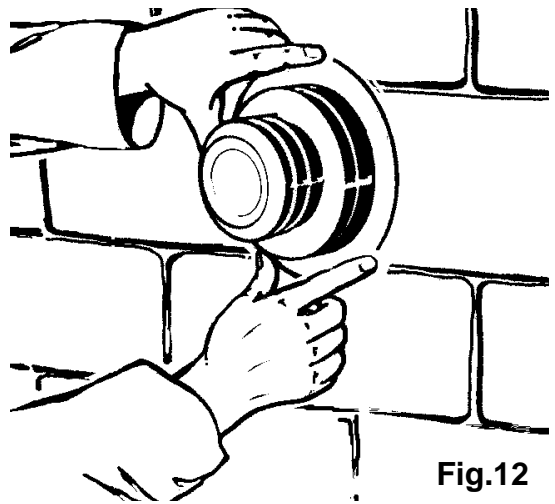

Fig.12
4.8 Se il terminale esterno è agevolmente raggiungibile, si consiglia il fissaggio del rosone in plastica. Questo per coprire le imperfezioni di foratura sulla parete esterna. Il rosone può essere fissato utilizzando silicone od altri collanti per materiali plastici (Fig. 12).